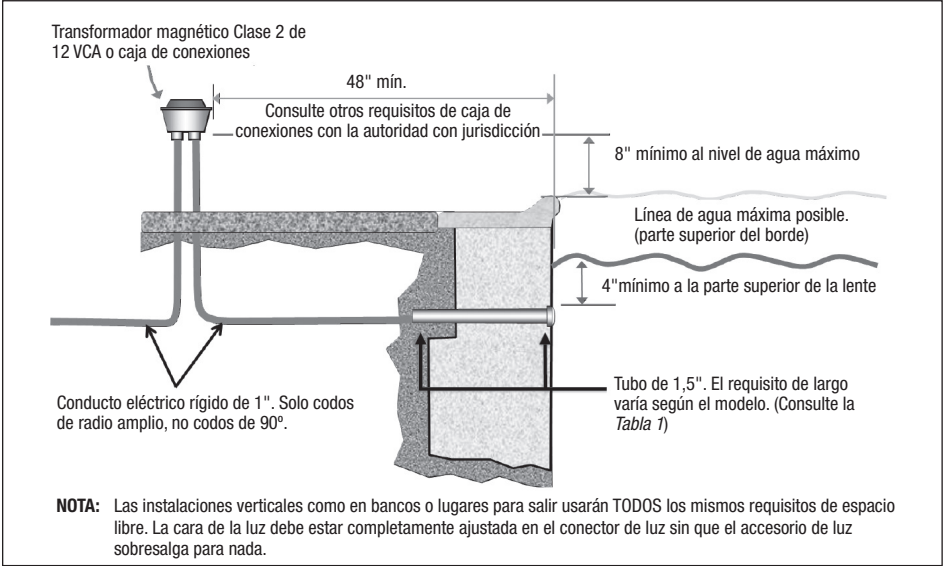

Figura 1. Instalación de la luz LED Jandy con conector estándar plástico de 1,5
NOTA: El electricista debe llevar a cabo pasos de preparación antes de instalar el accesorio de luz. Consulte la *Figura 1*.
1. La caja de conexiones o el transformador magnético de bajo voltaje deben estar instalados a al menos ocho (8) pulgadas (medidas desde la parte interior del fondo de la caja de conexiones o del transformador) por arriba del nivel de agua MÁXIMO, O a al menos cuatro (4) pulgadas por arriba del nivel del suelo o de la plataforma de la piscina, el que sea mayor. La caja de conexiones o el transformador magnético de 12 VCA también debe colocarse al menos cuarenta y ocho (48) pulgadas [12.92 cm] (4 pies) [1.21 m] del borde de la piscina, o conforme a las instrucciones del fabricante de la caja de conexiones y/o transformador. Consulte la *Figura 1*.
3. Debe instalarse un conector estándar de pared plástica/retorno de 1,5" para que el borde superior de la lente de la luz sumergida esté a al menos 4 pulgadas (10,2 cm) por debajo de la superficie del agua en la piscina. Consulte la *Figura 1*.